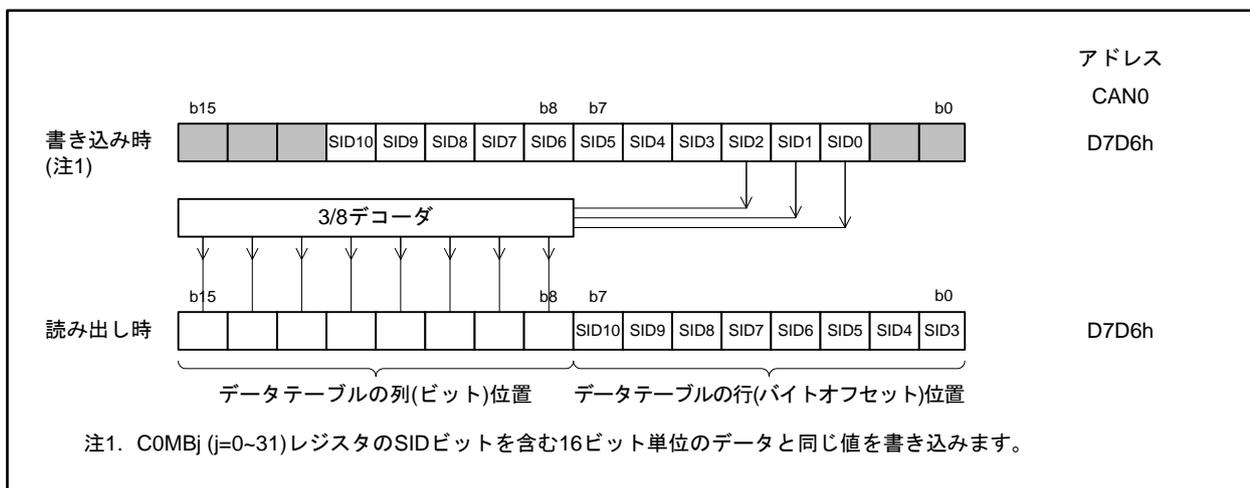

図 23.23 C0AFSR レジスタの書き込み、読み出し
- 図 23.23にC0AFSRレジスタの書き込み、読み出しを示します。